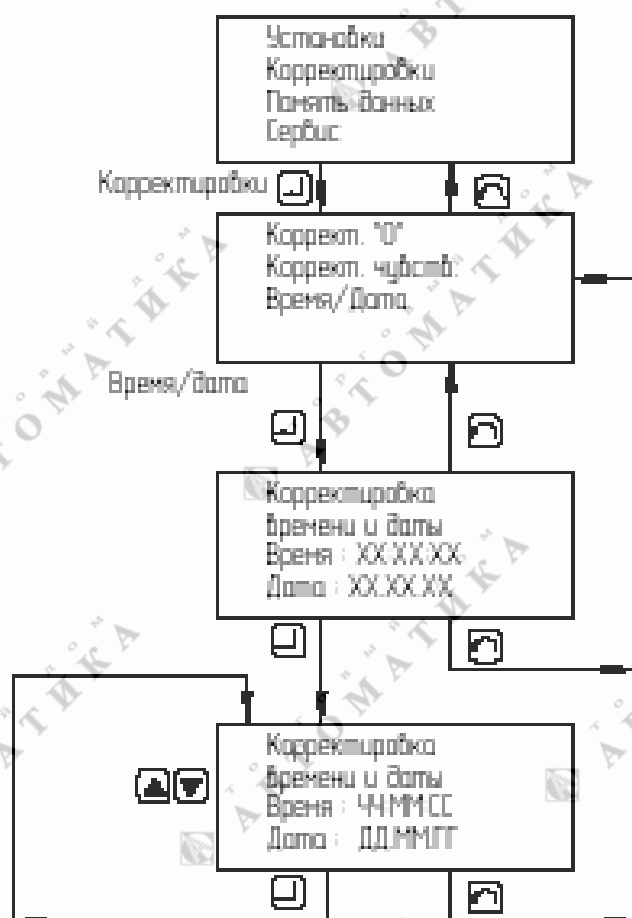

Рисунок 2.11 – Корректировка времени и даты
2.4.5.1 Выбрать пункт меню «КОРРЕКТИРОВКИ→ВРЕМЯ/ДАТА» (рисунок 2.11).